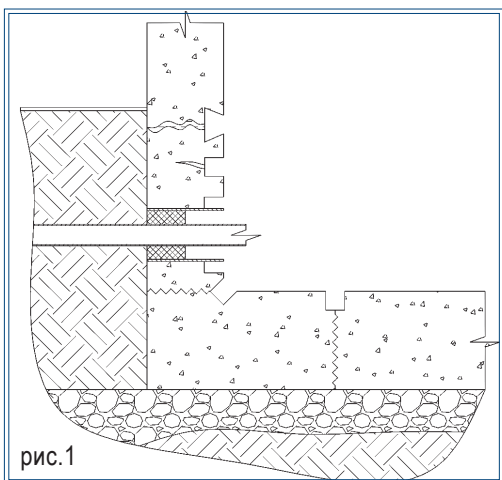

рис. 1
1. ПОДГОТОВИТЬ ПОВЕРХНОСТЬ (рис. 1)